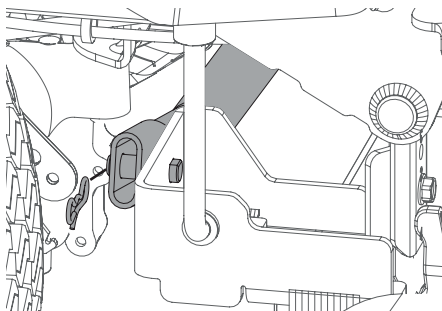

Figura 44
- a. Extraiga el pasador de chaveta con unión curva que está del lado derecho de la barra, que conecta la barra con el soporte de la plataforma (Figura 44).